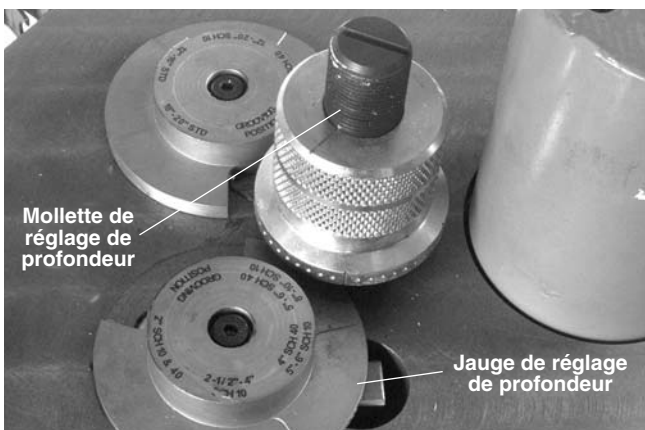

Figure 15
2. Positionnez la partie correspondante de la jauge sous la molette de réglage (Figure 15).